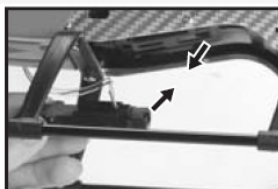

Fig. 14
- Fissare il modulo telecamera al fondo dell'elicottero mediante le viti fornite. (Fig. 14)